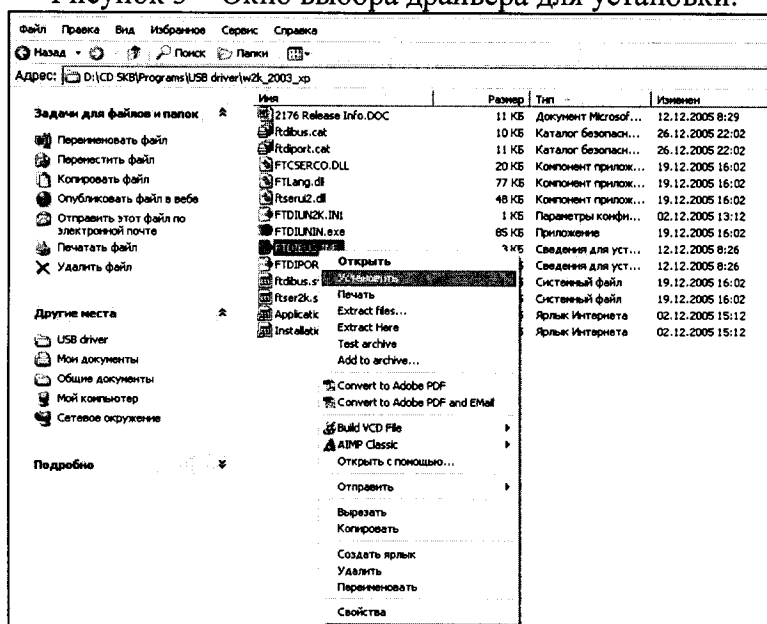

Рисунок 4 – Окно ручной установки драйвера
- нажать правой клавишей мыши на файле FTDIBUS.INF в выпадающем меню выберите пункт «Установить» (рис. 4);